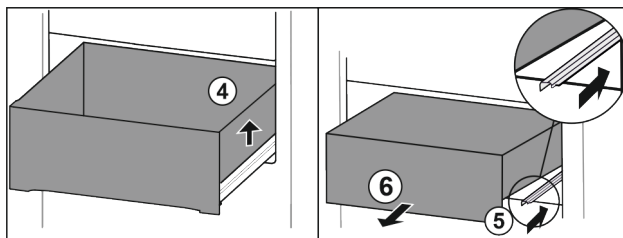

Fig. 89
- ▶ Lyft utdragslåda på höger sida. Fig. 89 (4)
- ▶ Skjut in höger skena. Fig. 89 (5)
- ▶ Ta ut utdragslåda genom att dra den framåt. Fig. 89 (6)